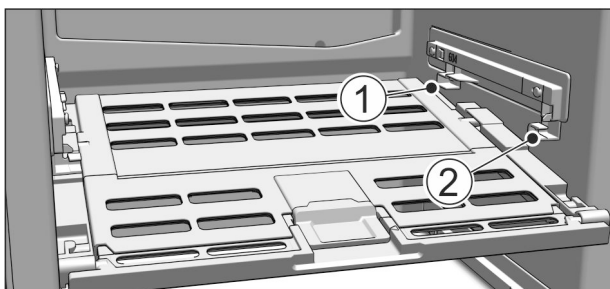

Fig. 71
- ▶ Deckel Fruit & Vegetable-Safe einsetzen: Deckelstege von unten in die hintere Halterung Fig. 71 (1) einführen und vorne in die Halterung Fig. 71 (2) einrasten.